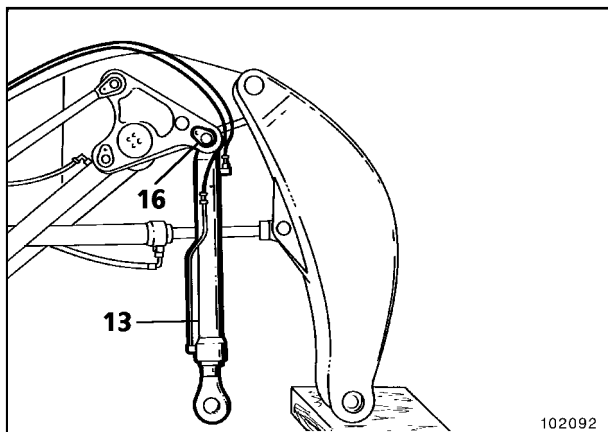

Fig. 9
- Acoplar los dos cilindros de giro de la cuchara (13, Fig. 9) uno tras el otro con los dispositivos TriPower por el perno (16) y conectarlos a la instalación hidráulica.